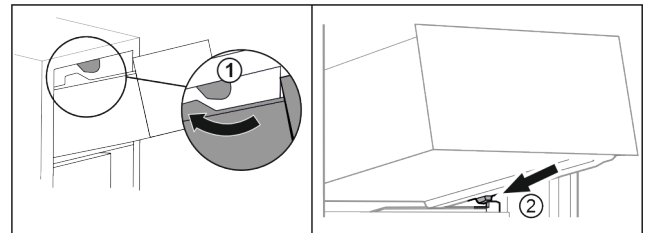

Fig. 98
- ▶ Schubfach um die oberen Stopper herumführen. Fig. 98 (1)
- ▶ Schubfach schräg hinter den unteren Stoppern auf Behälterrippe aufsetzen. Fig. 98 (2)